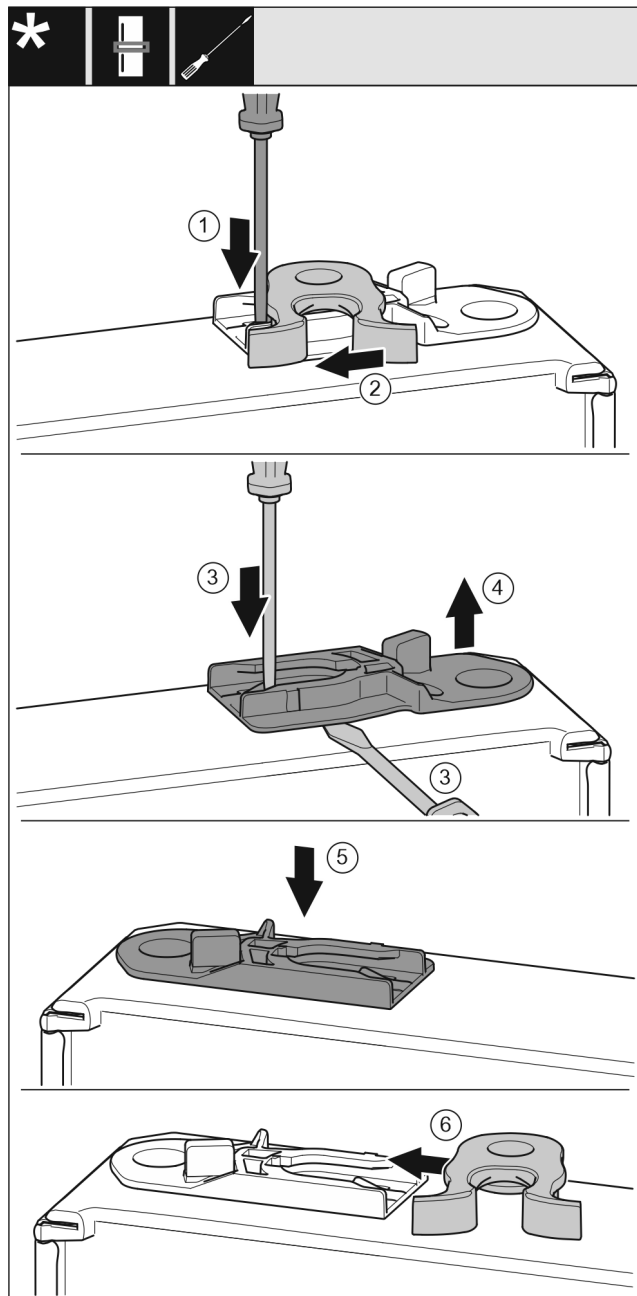

Fig. 47 *
- Spingere verso il basso la linguetta Fig. 47 (1) con il cacciavite a intaglio.*
- Estrarre il gancio di chiusura Fig. 47 (2) dalla guida.*
- Estrarre la boccola di guida Fig. 47 (3, 4): Premere la linguetta con un cacciavite a intaglio e allo stesso tempo spostare in basso la boccola di guida con il cacciavite a intaglio.*
- Inserire la boccola di guida Fig. 47 (5) inclusa nella fornitura sull'altro lato dell'alloggiamento.*
- Spingere il gancio di chiusura Fig. 47 (6) nella guida.*